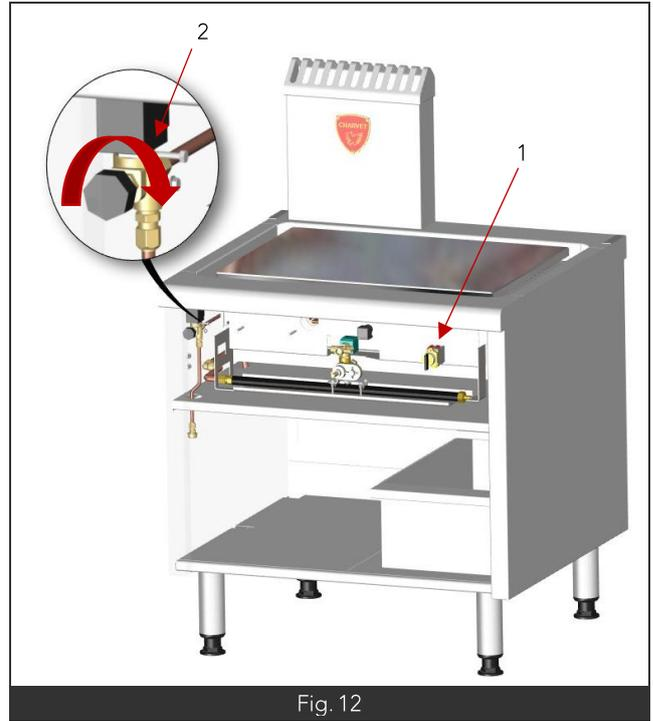

Fig. 12
- Tourner le commutateur (Fig12 Rep1) sur la position  pour faire fonctionner le ruissellement d'eau.
- Tourner la vis dans le sens horaire (Fig12 Rep2) pour diminuer le débit.